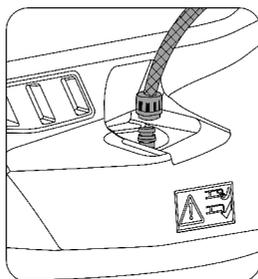

Рис. 15
- подключите шланг к его фитингу и пропустите через него воду (рис. 15).